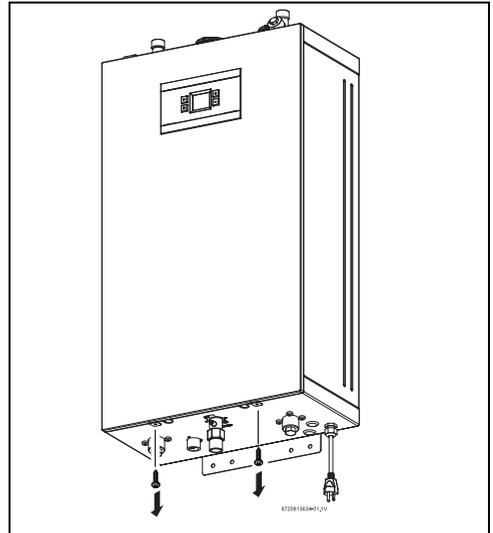

Fig. 3 Desserrer deux vis à tête Phillips
- ▶ Desserrer deux vis à tête Phillips situées en bas du panneau avant (fig. 3).